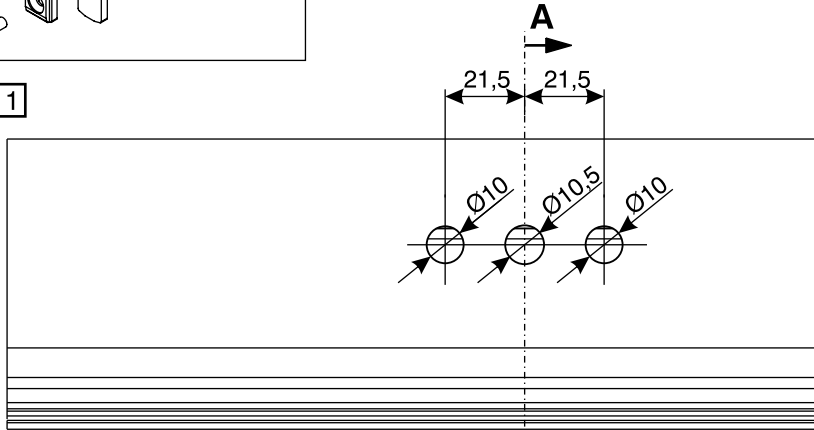

FIG. 1
- 1) Effettuare le lavorazioni per l'alloggiamento ed il fissaggio del meccanismo monodirezionale M180 sul montante dell'anta mobile come da fig. 1.
- 1) Exécuter les usinages pour le logement et la fixation du mécanisme unidirectionnel M180 sur le montant du vantail mobile comme l'indique la figure 1.
- 1) Carry out the necessary working to insert and fix in place the M180 monodirectional mechanism on the opening wing, as shown in fig. 1.